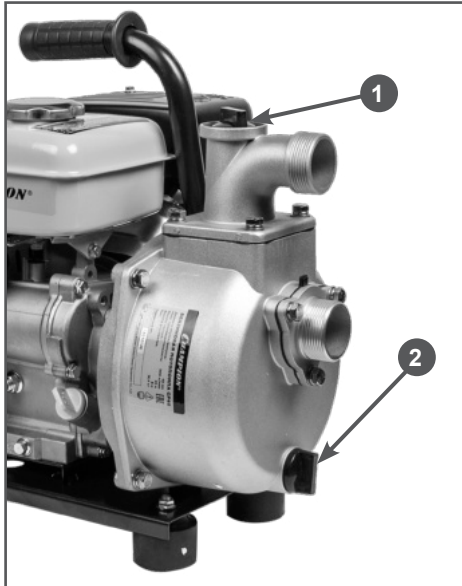

Рис. 12 Расположение пробок отверстия для залива и слива воды
1. Открутите пробку 1 отверстия для заливки воды в корпус насоса (Рис. 12).